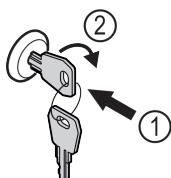

Fig. 196 Illustratīvs attēlojums
- Iespiediet atslēgu Fig. 196 (1).
- Grieziet atslēgu par 90° pulksteņrādītāja virzienā Fig. 196 (2).